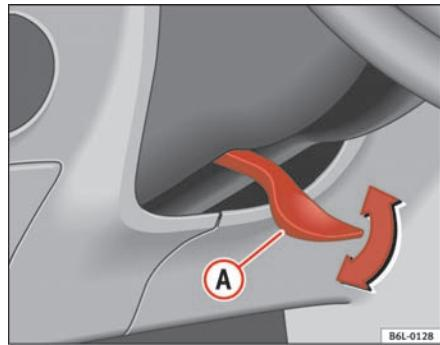

Fig. 92 Ajuste de la posición del volante
- Tire hacia abajo de la palanca \Rightarrow fig. 92 situada debajo de la columna de dirección \Rightarrow .